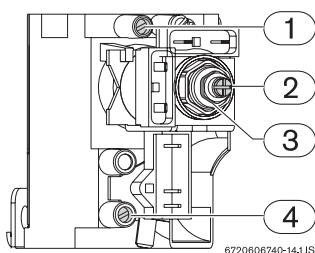

Fig. 3 Punti di controllo/regolazione gas
- ▶ Con una chiave di misura corrispondente, ruotare il dado (Fig. 3, pos. 3). Regolare la pressione fino a raggiungere i valori indicati nella tabella 1.
- ▶ Tenere fermo il dado (Fig. 3, pos. 3) con una chiave di misura corrispondente
- ▶ Con un cacciavite **non magnetico** ruotare la vite (Fig. 3, pos. 2). Regolare la pressione fino a ottenere i valori indicati nella tabella 1.